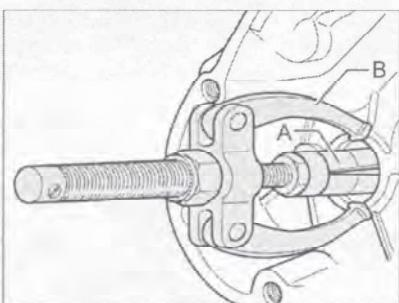

Рис. 7.234. Извлечение роликоподшипника вторичного вала.
20. Выпрессуйте роликоподшипник вторичного вала с помощью съемника Kukko 21/4 (A) с опорами Kukko 22/1 (B) (рис. 7.234).